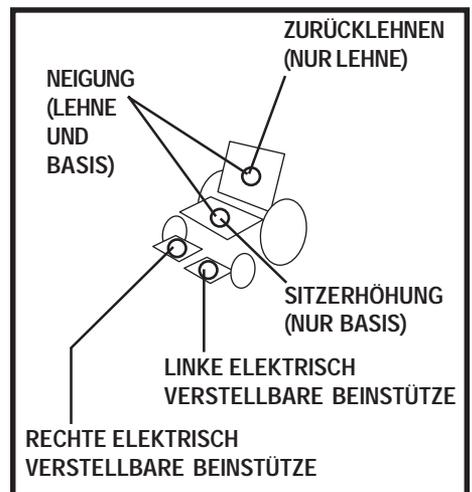

Abb. 6. Stellantriebswahl
Das Remote Plus-Steuergerät kann mittels der Modus-Taste und des Joysticks fünf Stellantriebe steuern. Der aktive Stellantrieb wird durch eine beleuchtete Stellantriebs-LED angezeigt. Siehe Abbildung 6.
3. Den Joystick nach rechts drücken, um die verfügbaren Stellantriebe durchlaufen zu lassen. Die Stellantriebanzeigen zeigen an, welcher Stellantrieb aktiviert ist. Siehe Abbildung 6.